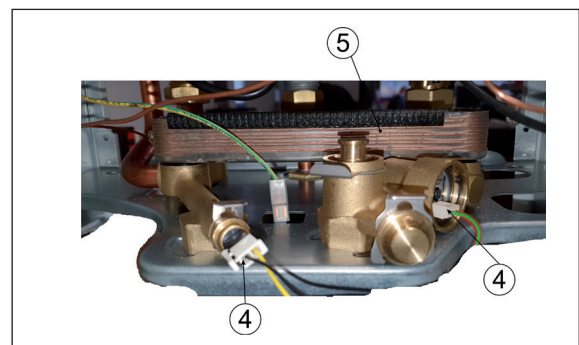

Bild 4
- Abstecken der beiden Steckerverbindungen (4) am Durchflusssensor und am Einsteckfühler (Bild 4)
- Entnehmen des Plattenwärmetauscher (5) (Bild 4)